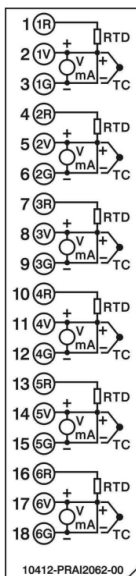

Рис. 4
2. Подключите к прибору источник питания, а также входные и выходные сигналы, согласно схеме подключения (рис. 4 и 5).